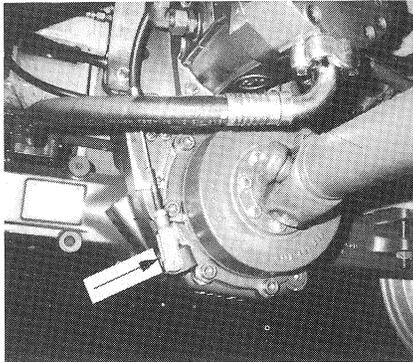

FIG. 52
- Quand le réglage par la poignée tournante s'avère impossible par ce que la course de rattrapage est trop longue, effectuer d'abord un réglage d'approche sur la tête à fourche se trouvant sur le réducteur fig. 52/flèche.